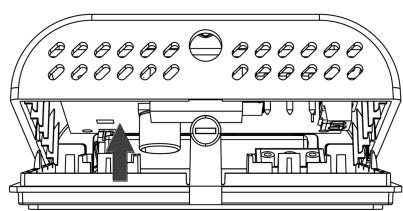

Fig. 3
- 2** Girar la tapa ejerciendo una ligera presión hasta extraerla completamente (Fig. 3).